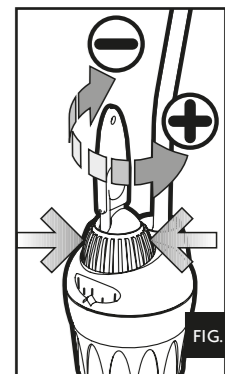

FIG. 6
- 8- Tenir le bouton de réglage principal (bleu) avec une main pour éviter à l'échelle de se déplacer de celle-là déjà fixée sur le point de repère et tourner le bouton de post-calibrage (orange) vers + si la valeur de la température que vous avez mesurée est plus basse de celle-là indiquée en correspondance du point de repère, ou vers - en cas la température mesurée est supérieure à celle indiquée par le point de repère (fig. 6). Le bouton de post-étalonnage peut être réglé sur 6 diverses positions, 3 vers le + et 3 vers le -. Chaque position correspond à peu près à 1°C. Si on a réglé le chauffe-eau sur une température de 24° et on mesure 22°C, il suffit de tourner le bouton de post-étalonnage 2 positions vers +.
- d. houd de blauwe draai-regelaar vast op de ingestelde waarde en draai de oranje draaiknop tegen + of - afhankelijk van het gemeten temperatuur (afb. 6). In elk richting (+ en -) kan maximaal tot 3 graden worden afge. 6). In elk richting (+ en -) kan maximaal tot 3 graden worden aangepast. Dat kan in drie stappen van elk 1 graad Celsius. Er is een voelbare click bij het bereiken van elk stap. Is het thermostaat bij voorbeeld ingesteld op 24 graden en er worden maar 22 graden gemeten houd u de blauwe regelaar op 24 graden vast, terwijl u de oranje draaiknop om 2 posities tegen + draait. Een ijken kan alleen binnen een band van zes graden gebeuren, 3°C naar + en 3°C naar -. PROBEER ER NOOIT VERDER DAN DREI STAPPEN IN EEN RICHTING TE DRAAIEN!
- d. Mantenga el botón de regulación principal (azul) con una mano para evitar que a la escala que se desplace de la ya fijada en el punto que marca y gire el botón de post calibración (naranja) hacia + si el valor de la temperatura que ha medido es más baja que la que se indica en el punto de referencia, o hacia - en el caso en que la temperatura obtenida sea superior a la indicada en el punto de referencia (fig. 6). El botón post-calibración se puede regular sobre 6 posiciones diferentes, 3 hacia el + y 3 hacia el -. Cada posición corresponde más o menos a 1°C. Si el termocalentador se ha regulado sobre una temperatura de 24° y se ha obtenido una temperatura de 22°C, basta con girar el botón de post-calibración 2 posiciones hacia +.